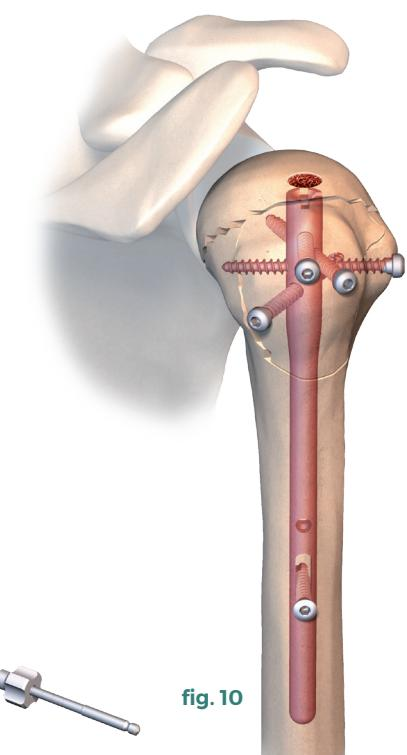

fig. 10
- Ablation du canon guide mèche à bout mousse (réf. 270 822) et mise en place de la vis distale à l'aide du tournevis 2,5 (réf. 233 339) (fig.10).